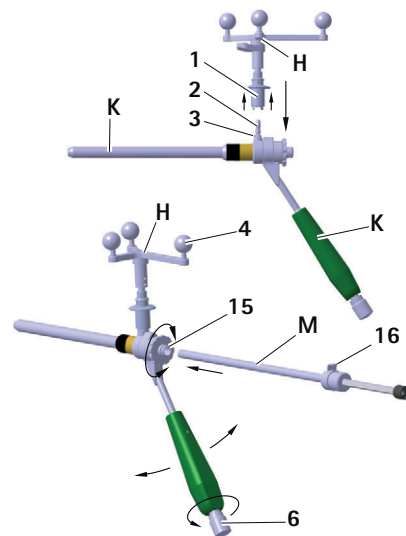

Fig. 13 Montaje de la unidad con estrella de Aesculap en el casquillo guía S⁴C; introducción de la guía de perforación S⁴C
- Para asegurarse de que la cámara tenga una vista sin restricciones de las esferas marcadoras reflectantes, aflojar la manija 6 en el mango S⁴C en el casquillo guía S⁴C K y girar la unidad con estrella de Aesculap H hasta la posición deseada, ver Fig. 13.
- Introducir el casquillo de perforación interior **M** en el casquillo interior **15**. El casquillo guía interno se acopla en el casquillo interior y aún se puede girar, ver Fig. 13.